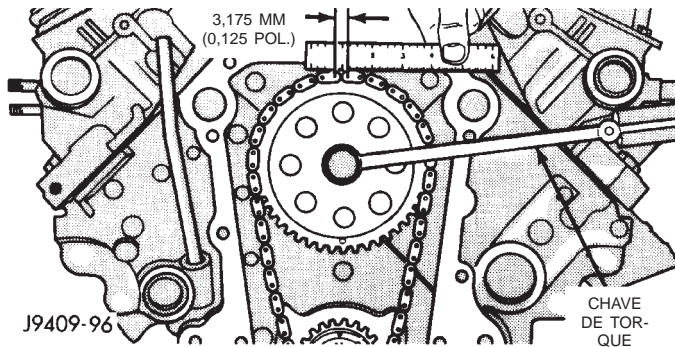

Fig. 5 Medição do Estiramento e Desgaste da Correia de Distribuição
(3) Prenda uma escala com leitura dimensional nivelada com a extremidade de uma ligação de corrente. Com os cabeçotes de cilindros instalados, aplique um torque de 14 N·m (30 pés-lb.) na direção inversa. Com os cabeçotes de cilindros removidos, aplique um torque de 20 N·m (15 pés-lb.) na direção inversa. Anote a quantidade de movimento da corrente (Fig. 5).